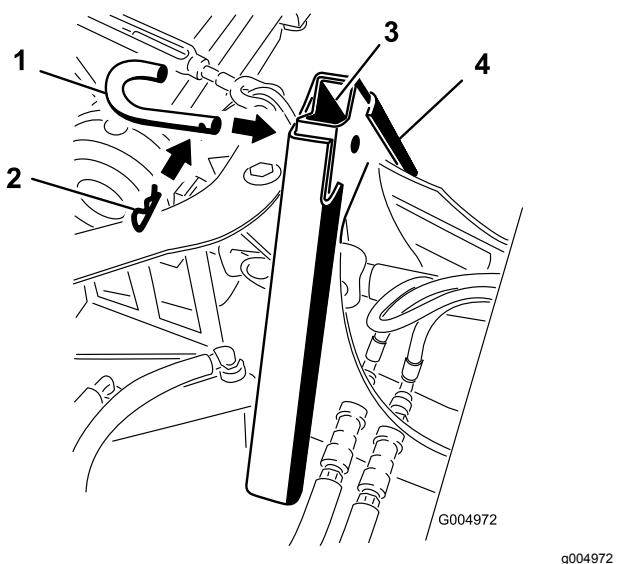

図 14
- アダプタ同士が相互に連結したら、アタッチメントピンとヘアピンコッターで固定する図 14。手荒な使い方が予想される場合には、ピンの代わりにボルトとナットを使用する。